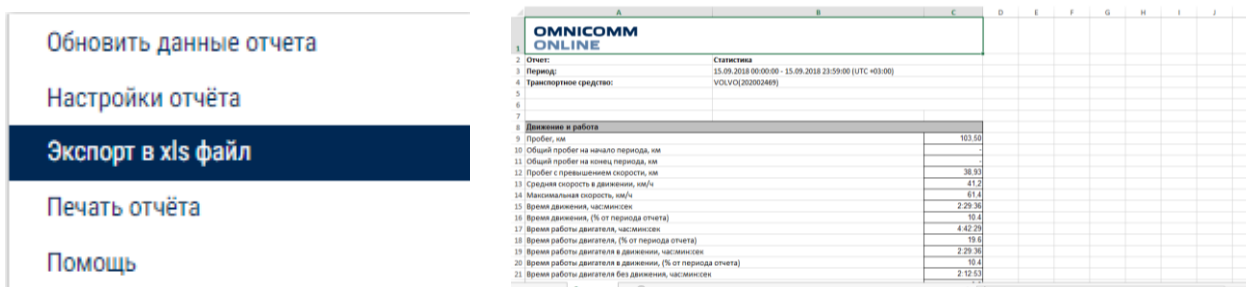

Рисунок 1.22 – Экспорт данных
16. Сохраните и просмотрите данные в формате «.xls» (рисунок 1.22).